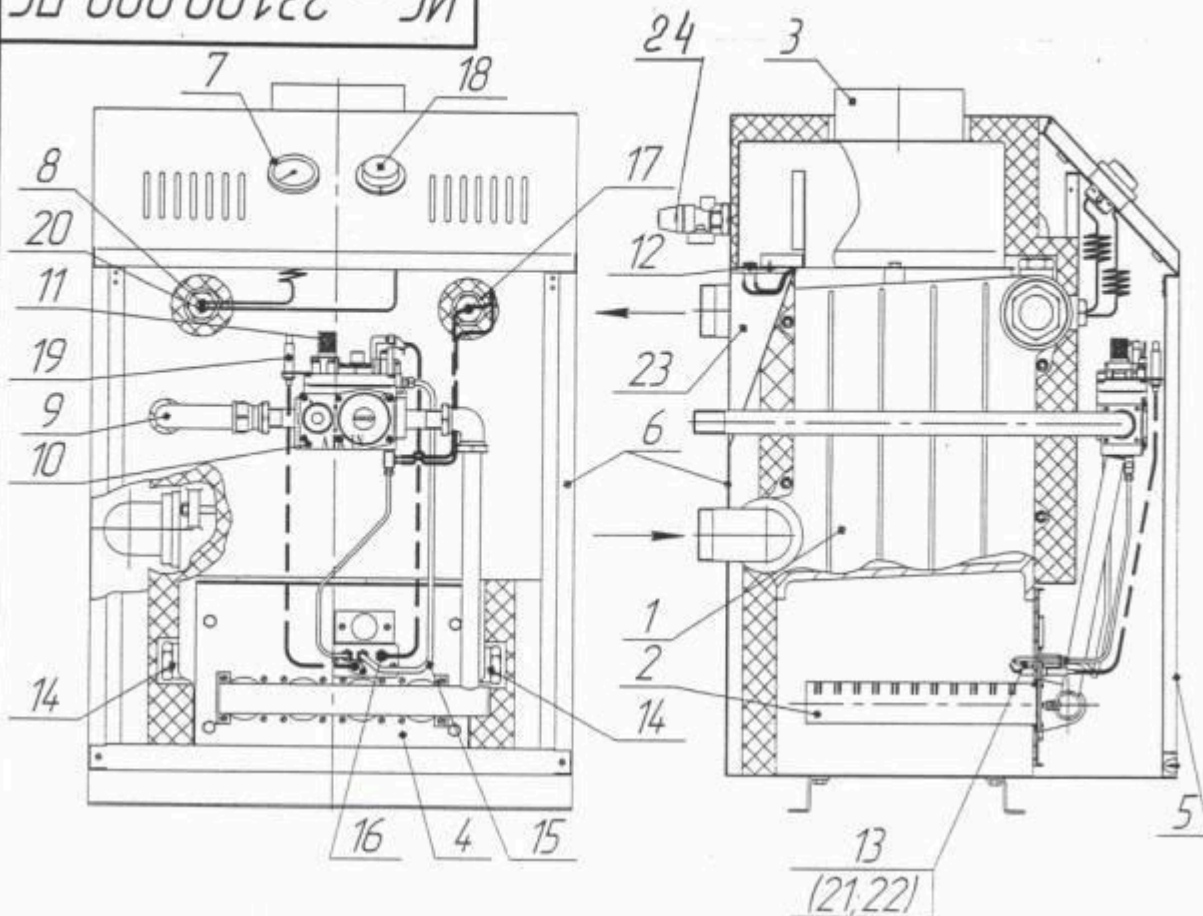

Рис. 2. Конструкция котла.
Конструкция котла представлена на рис. 2.
4.2 Конструкция котла представлена на рис. 2. Котел рис. 2 состоит из следующих основных узлов и деталей: чугунного теплообменника поз.1, листа фронтального поз. 4 с закрепленными на нем трубами горелки поз. 2, газоотвода поз.3, дверки поз. 5, облицовки (кожуха) поз. 6, указателя температуры воды поз. 7 с датчиком поз.8, газоподводящей трубки поз.9. При превышении избыточного давления воды в теплообменнике значения 4 кг/см² срабатывает предохранительный клапан поз. 24, сбрасывая воду в канализацию до уменьшения давления в теплообменнике.
Автоматика котла состоит из комбинированного газового клапана поз. 10, регулируемого термостата поз. 18 с датчиком поз. 20, предельного термостата с датчиком тяги поз. 17, датчика тяги поз. 12, блока запальной горелки поз. 13, установленного на фронтальном листе поз. 4. Блок пилотной горелки, рис. 2а, включает в себя запальную горелку, термопару поз. 21, миливольтный
Рис. 2а. Схема расположения горелки запальной относительно основной.
5.6 Перед началом монтажа необходимо провести расконсервацию котла, проверить правильность его сборки в соответствии с рис. 1 и рис. 2А, и убедиться в надежном и полном закреплении всех деталей и сборочных единиц.
6.2.1 Откройте дверцу 5 (см. рис. 2).